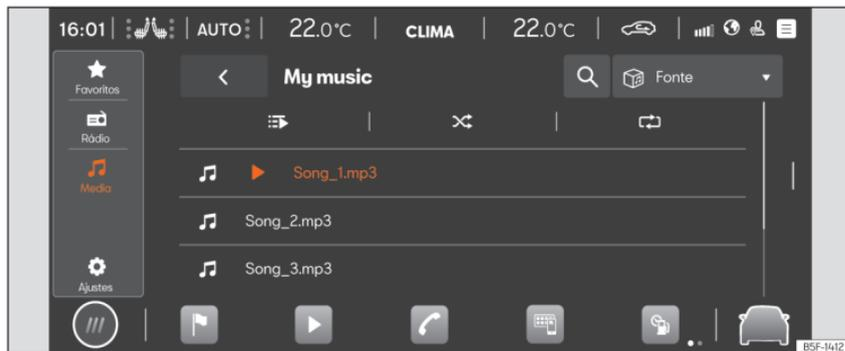

Fig. 159 Esquema: Vista Multimédia
- Pressione ► > 🎵 ►►► Fig. 159.